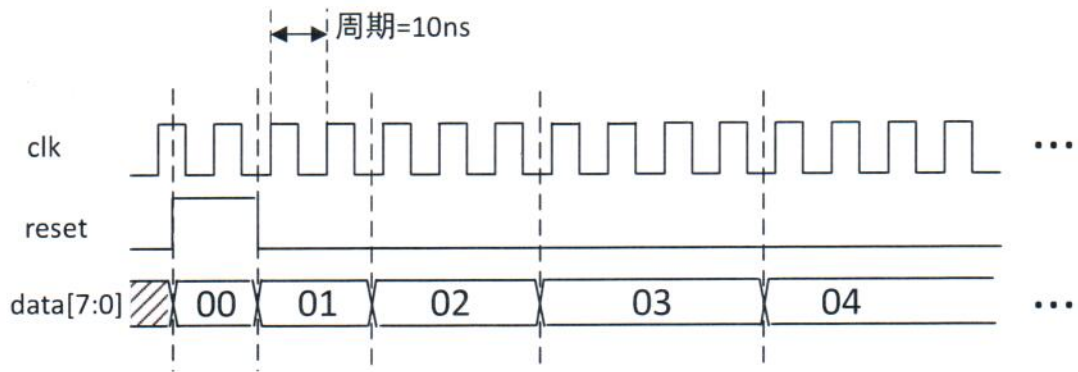

图 4
- (2) (为了验证模块设计的正确性,需要编写测试程序(test bench)。)测试程序在全局时钟控制下生成如图4所示的激励信号。测试流中共有255个测试数据,在 reset 信号之后,从 8'h01 依次增长到 8'hFF,(即测试数据内容与数据序号相同;图4中第一个数据 8'h00 为 reset 信号后初始化值)测试数据时间长度为时钟周期的随机整倍数(随机数的系统函数为\$random),随机范围为1~8倍,请编写相应的测试模块,并注意测试时钟周期。